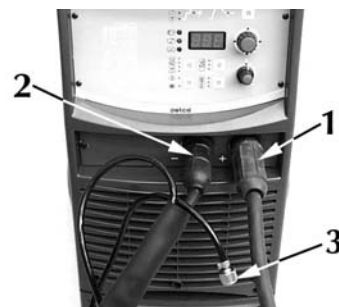

Abb. 6
- 1) Den Verbinder (Abb. 6) der Erdungszange an die Steckdose des Pluskabels (+) des Generators anschließen.